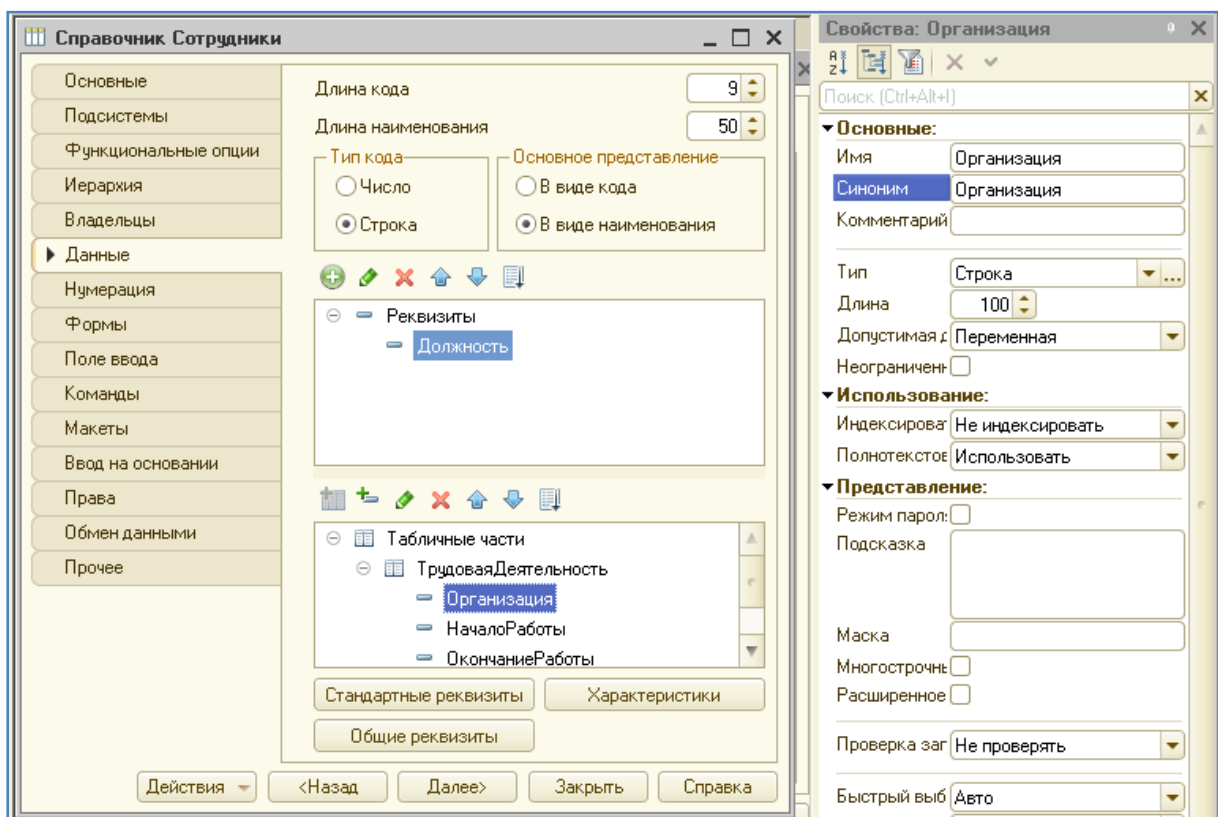

Рис. 7. Настройка свойств реквизитов справочника *Сотрудники*
4) Создать табличную часть ТрудоваяДеятельность с реквизитами (рис. 7):